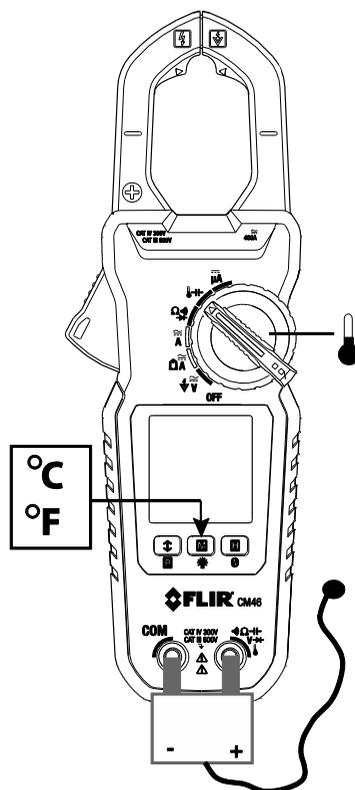

Figure 5-8 Mesures de la température
4. Mettez l'embout de la sonde de température en contact avec la surface testée, ou tenez simplement la sonde de température en l'air pour mesurer la température de l'air (voir Fig. 5-8).